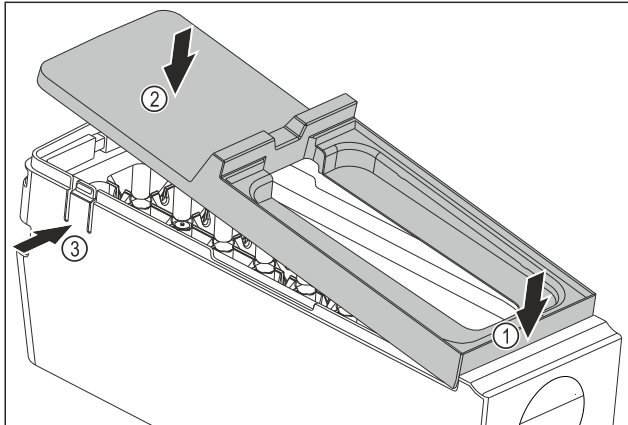

Fig. 79
- ▶ Monter le couvercle du corps de l'EasyTwist-Ice : Placer le couvercle à l'avant. Fig. 79 (1)
- ▶ Abaisser le couvercle à l'arrière. Fig. 79 (2)
- ▷ L'enclenchement du couvercle dans les deux languettes Fig. 79 (3) se fait entendre.